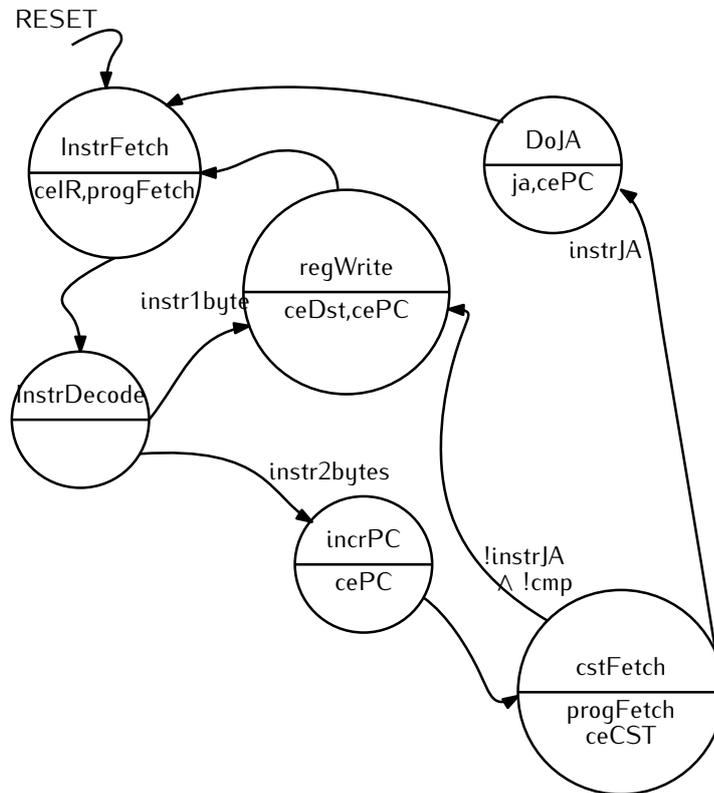

FIGURE 2 – Automate de la version initiale de notre micro-machine Digital.
L'automate de contrôle (correspondant à la boîte *Control Unit* sur la Fig. 1) est représenté en Fig. 2. On voit que cet automate comprend 6 états nommés *InstrFetch*, *InstrDecode* (correspondant aux notions de *Fetch* et *Decode* vues en cours), *regWrite* (correspondant au *Write Back*), *incrPc* (qui permet d'incrémenter PC pour lire une constante), *cstFetch* (qui charge une constante) et *DoJA* (qui exécutera l'instruction de saut absolu JA).
- **MM Control Unit** : L’unité de contrôle ou décodeur d’instruction, qui implémente l’automate représenté en Fig 2 (et qui est aussi représenté par le bloc `Control Unit` sur la Fig. 1).
- Suivez les transitions d'état sur le dessin de la figure 2.